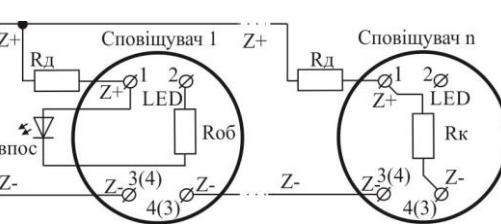

Рисунок 4.2 – Підключення сповіщувача в шлейф, ВПОС або світлодіода
4.4 Якщо за проектом використовують ВПОС з живленням від ШС, то його мінусовий контакт через резистор R_{об} з'єднують з гвинтовою клемою з маркуванням **«2» (LED)**, а плюсовий – гвинтовою клемою з маркуванням **«1» (Z+)** (Рис. 4.2, номінал R_{об} залежить від типу ВПОС і його робочого струму, а також чи використовується R_d; сума R_d та R_{об} має бути не менше 3 кОм). Рекомендується використовувати ВПОС виробництва ТОВ «Тірас-12»,